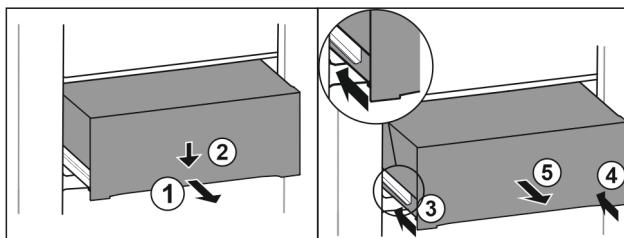

Fig. 86
- Zásuvku napůl vytáhněte. Fig. 86 (1)
- Stlačte zásuvku na přední straně dolů. Fig. 86 (2)
- Zasuňte levou kolejničku přibližně do 2 cm. Fig. 86 (3)
- Zasuňte pravou kolejničku přibližně do 2 cm. Fig. 86 (4)
- Vyjměte zásuvku dopředu. Fig. 86 (5)